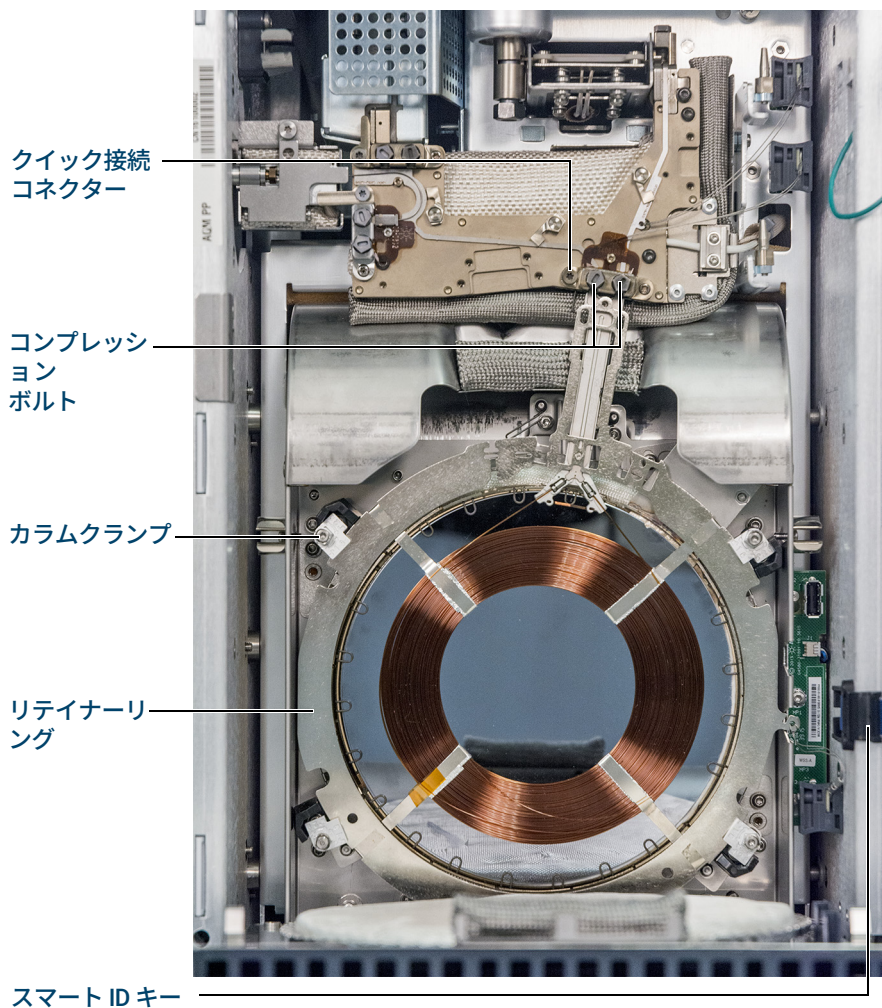

図 12. 9000 GC カラムと関連部品
- 7 Intuvo トルクドライバを使用して、4つのカラムクランプをカラムのリテーナーリングから外します。(図 12 を参照してください)。